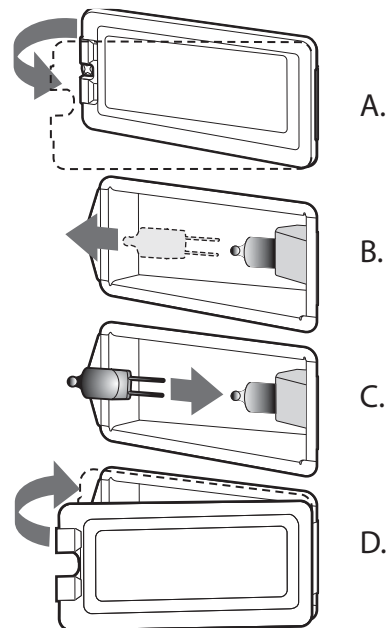

Figura 32: Ubicación de la abertura
3. Inserte un destornillador plano entre la atadura de fijación y la caja protectora (Figura 32, A).
6. Quite la tapa de la lente de vidrio (Figura 32, B).
8. Tire hacia abajo para instalar la bombilla correctamente (Figura 32, C).
9. Instale la lente de protección en la atadura del soporte y empuje la otra extremidad hasta que la atadura de fijación se enganche a la caja protectora (Figura 32, D).